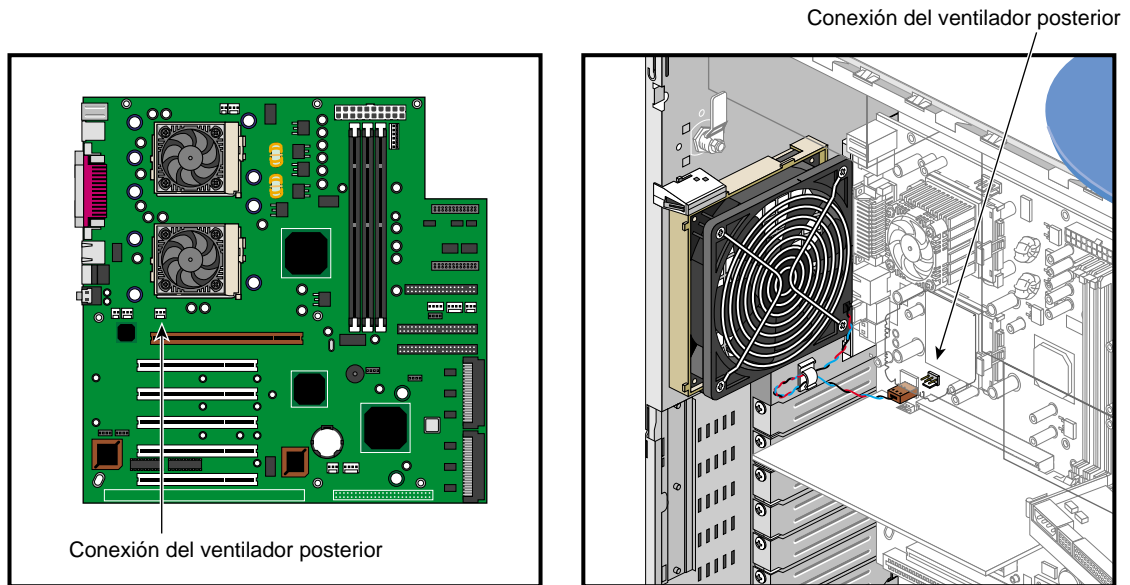

Figura 2-13 Conexión del cable del ventilador posterior
3. Desconecte el cable del ventilador de la tarjeta del sistema. Consulte la posición de la conexión del cable del ventilador en la Figura 2-13, página 33.
10. Conecte el cable del ventilador. Consulte la posición del cable en la Figura 2-13.